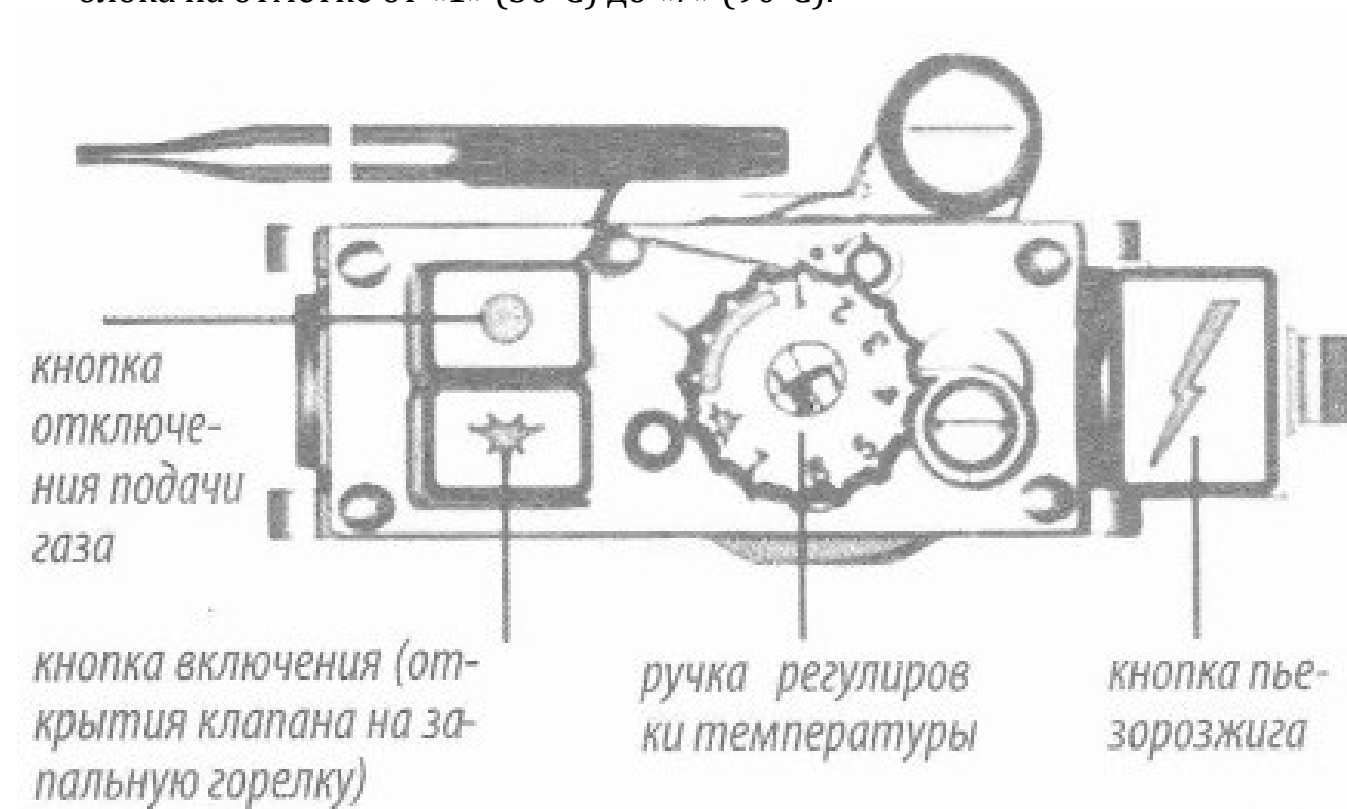

Рис. 16. Элементы управления аппарата ГИДРОТЕРМ «Алтай» 25.
- 8.3.1. Установить ручку задания температуры по часовой стрелке в положение «Отключено» (см. рис.16).